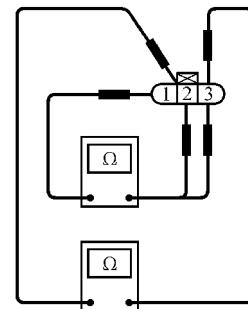

图 4-21 测试点火线圈
- 3) 如图 4-21 所示, 分别检查点火线圈端口 1、2 与 3, 应有电阻值; 1 与 2 之间电阻应为 $\infty$ , 否则应更换点火线圈。